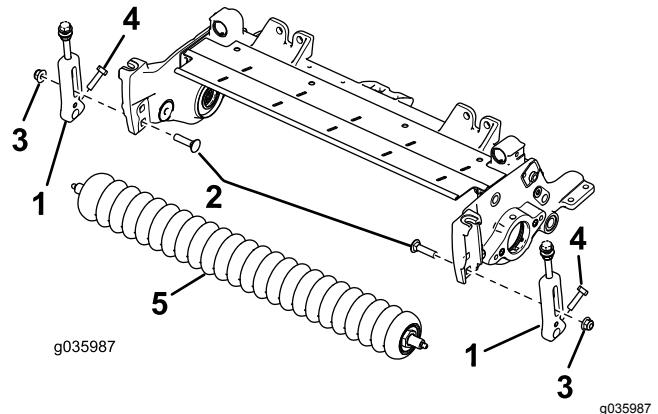

Figura 2
2. Retire los pernos de cuello cuadrado y las contratuerca que sujetan los soportes de ajuste de la altura de corte (ADC) a las chapas laterales de la unidad de corte (Figura 2).
| 3. Afloje los tornillos que sujetan los soportes de ajuste de la altura de corte al eje del rodillo delantero (Figura 2). | |
| 4. Retire los soportes de ajuste de la altura de corte y el rodillo delantero existentes de las chapas laterales de la unidad de corte (Figura 2). | |